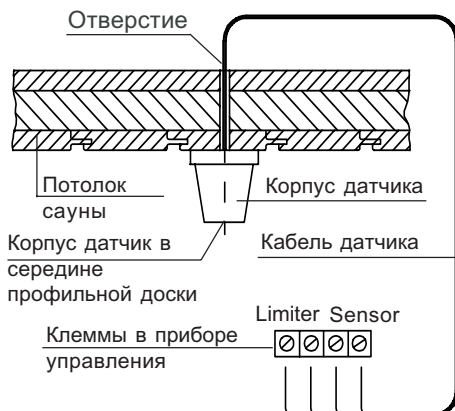

Рис. 9
3. Протащите кабель датчика сквозь просверленное отверстие и подключите его согласно рис. 9.